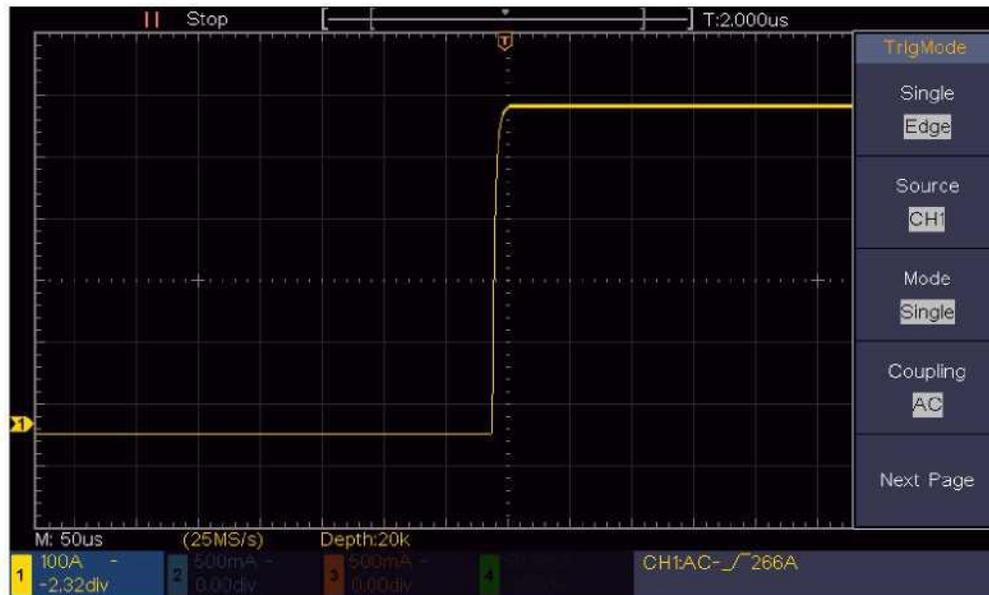

Abbildung 6–3 Erfassen eines einzelnen Signals
- (1) Stellen Sie den Tastkopfdämpfungskoeffizienten auf 10X ein und den des Schalters im Tastkopf auf 10X (siehe "Einstellen des Tastkopfdämpfungsfaktors" auf Seite 11).
- (2) Stellen Sie mit den Knöpfen **Vertical Scale** und **Horizontal Scale** einen geeigneten vertikalen und horizontalen Bereich für das zu beobachtende Signal ein.
- (3) Drücken Sie die Taste **Acquire** (Erfassen), um das rechte Menü anzuzeigen.
- (4) Wählen Sie im rechten Menü bei **Acqu Mode** (Erfassungsmodus) die Option **Peak Detect** (Spitzenwert erfassen).
- (5) Drücken Sie die Taste **Trigger Menu**, um das rechte Menü anzuzeigen.
- (6) Wählen Sie im rechten Menü bei **Single** die Option **Edge**.
- (7) Wählen Sie im rechten Menü bei **Source** (Quelle) die Option **CH1**.
- (8) Wählen Sie im rechten Menü für **Coupling** (Kopplung) die Option **DC**.
- (9) Drücken Sie im rechten Menü auf **Next Page** (Nächste Seite) und wählen Sie für **Slope** die Option  (ansteigend).
- (10) Drehen Sie den Knopf **Trigger Level** (Triggerpegel) und stellen Sie den Triggerpegel auf ungefähr 50 % des zu messenden Signals ein.
- (11) Überprüfen Sie die Triggerzustandsanzeige oben auf dem Bildschirm. Wenn sie nicht bereit ist, drücken Sie die Taste **Run/Stop**. Starten Sie die Erfassung und warten Sie, bis der Trigger ausgelöst wird. Wenn ein Signal den eingestellten Triggerpegel erreicht, wird eine Abtastung durchgeführt und dann auf dem Bildschirm angezeigt. Durch Verwendung dieses Ansatzes kann ein zufälliger Impuls leicht erfasst werden. Wenn Sie beispielsweise eine Burst-Störung mit hoher Amplitude finden möchten, stellen Sie den Triggerpegel auf einen etwas höheren Wert des durchschnittlichen Signalpegels ein, drücken Sie die **Run/Stop**-Taste und warten Sie einen Trigger ab. Sobald eine Störung auftritt, wird das Instrument automatisch ausgelöst und zeichnet die Wellenform während der Periode um die Triggerzeit auf. Durch Drehen des Drehknopfes für die **horizontale Position** im horizontalen Einstellbereich des Panels können Sie die horizontale Triggerposition ändern, um eine negative Verzögerung zu erhalten. Dadurch lässt sich die Wellenform problemlos anzeigen, bevor die Störung auftritt (siehe Abb. 6 3).